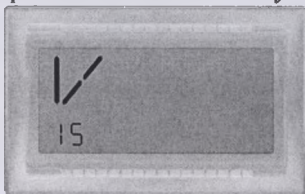
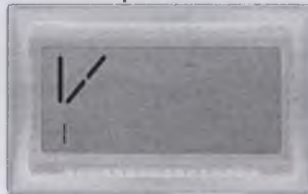

Рис.6.1
Рис.6.2
В режиме «КОНТРОЛЬ» в первые 15 минут для вариантов исполнения Термотест Экстра/5, Термотест Экстра/3, Термотест Экстра/2 и в первую 1 минуту для вариантов исполнения Термотест Экстра/5 бис, Термотест Экстра/3 бис, Термотест Экстра/2 бис на ЖКИ Термотеста индицируется следующая информация (рис.6.1, 6.2):
– цифра « 15 » для вариантов исполнения Термотест Экстра/5, Термотест Экстра/3, Термотест Экстра/2 (рис.6.1) или цифра « 1 » для вариантов исполнения Термотест Экстра/5 бис, Термотест Экстра/3 бис, Термотест Экстра/2 бис (рис.6.2).